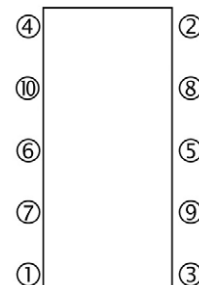

Fig.11
- Pulire ed ingrassare accuratamente i tiranti, posizionarli sul telaio, quindi stringere i dadi in modo progressivo e uniforme nell'ordine indicato in Fig. 11 fino ad ottenere la quota corretta tra i piastroni (quota di serraggio) indicata sulla etichetta di identificazione. Verificare che questa quota sia uniforme sull'intero perimetro dei piastroni. Un serraggio eccessivo può deformare le piastre in modo irreparabile. Se si ritiene sia necessario stringere oltre il valore indicato, rivolgersi al centro di assistenza post-vendita di CARRIER che saprà darvi le giuste indicazioni.